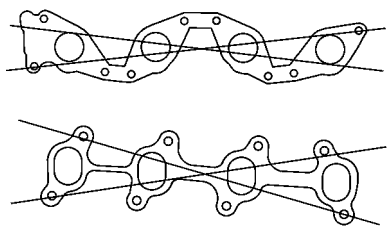

图 1-57 用直尺和塞尺检查与气缸盖接触表面是否有变形
(18) 检查进气和排气歧管。使用精密直尺和塞尺检查与气缸盖接触的表面部分是否有挠曲变形，如图 1-57 所示。